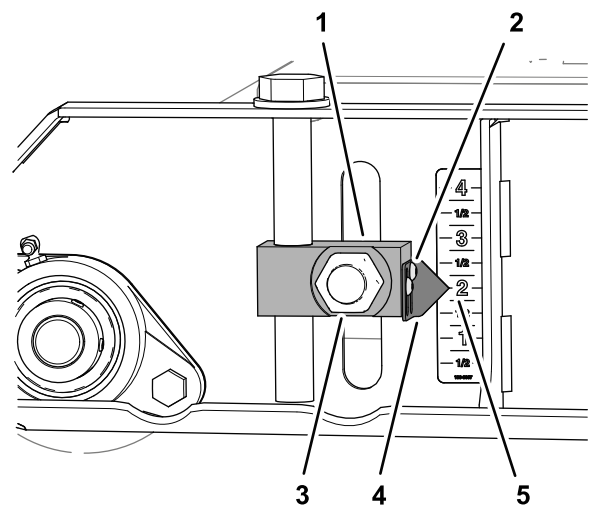

**Bild 81**
2. Messen Sie den Abstand zwischen der Oberseite der Schnitthöhenverstellung und dem Boden (Bild 81).